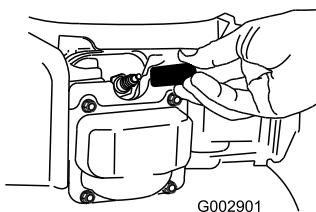

Рисунок 35
- Отсоедините провод от свечи зажигания (Рисунок 35), прежде чем выполнять любые процедуры технического обслуживания.